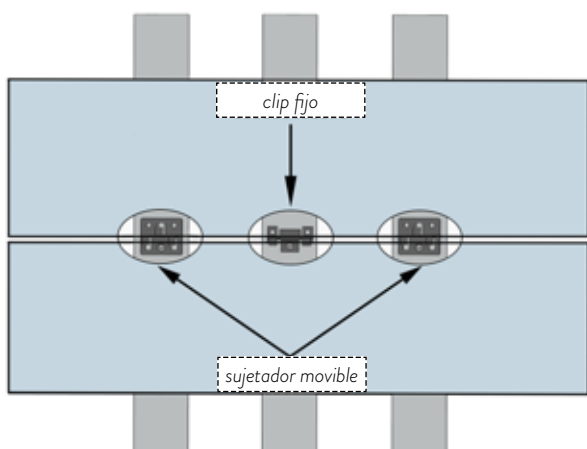

Figura 11
- 2 Boceto de diseño de grapa. Como se muestra en la Figura 11: